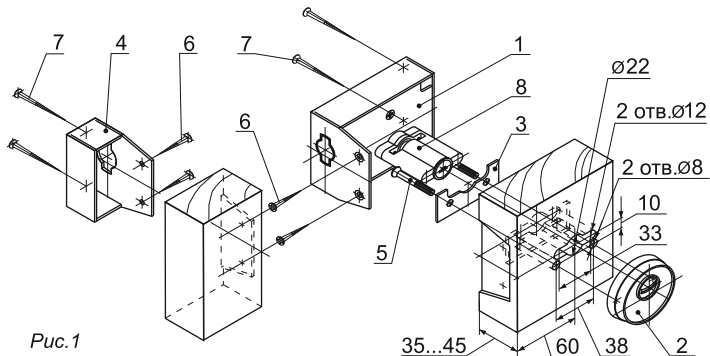
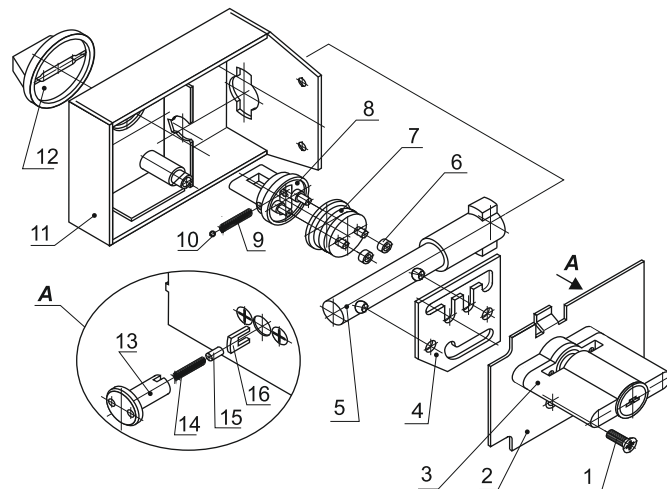

Рис.1
Рис.2
7. Ключ вставляется и вынимается из цилиндричного механизма только при вертикальном положении диска ключа выемкой вверх (рис.1) или вниз (рис. 2) в зависимости от установки замка на правых или левых дверях.
8. Отпирание замка изнутри (см. рис. 1) осуществляется поворотом ручки постоянного ключа против часовой стрелки, а снаружи поворотом вставного ключа по часовой стрелке. Для фиксации
ПОРЯДОК МОНТАЖА (см. рис.1)
2. Наметьте центр на расстоянии 60 мм от края полотна двери и просверлите отверстие диаметром 22 мм, два отверстия диаметром 12 мм и разделайте пазы под цилиндрический механизм 8. Потом просверлите два отверстия диаметром 8 мм под винты 5 согласно рис. 1.
ТЕХНИЧЕСКОЕ ОБСЛУЖИВАНИЕ (см. рис. 2)
1. Разборка замка (см. рис. 2).
2. Сборку замка производить в обратном порядке, располагая детали, в соответствии с рис. 2.